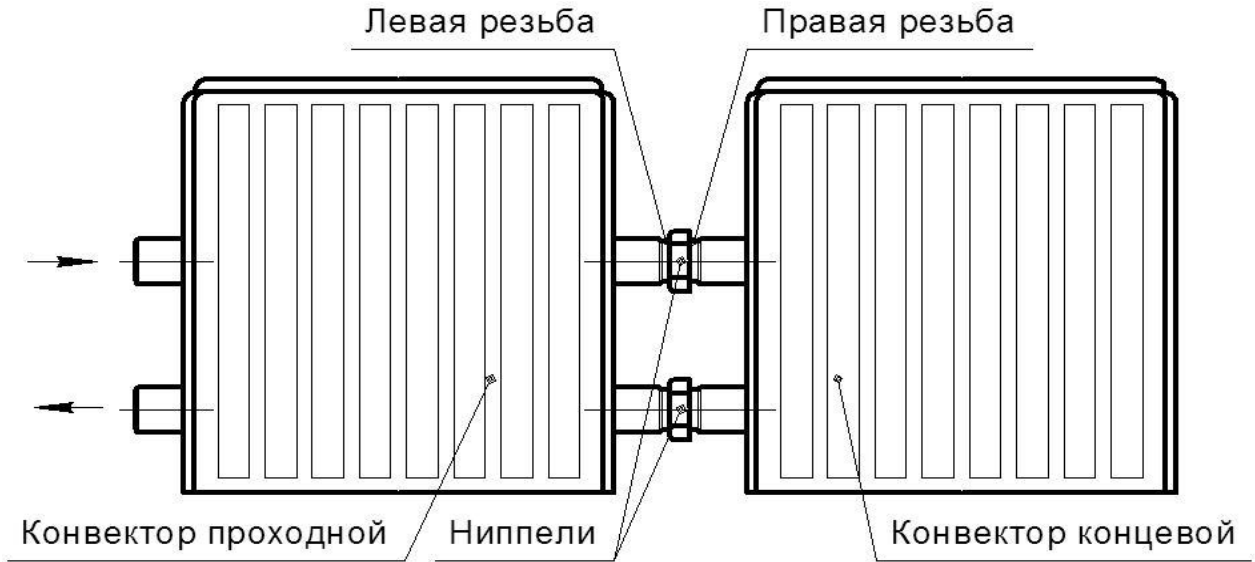

Рис. 2
5.3.8 Для соединения проходного конвектора и концевой, открутите заглушки с резьбовых отверстий обоих конвекторов. Присоедините, в горизонтальном положении, проходной конвектор к концевому с помощью ниппелей (см. рис. 2). В качестве уплотнения, для герметизации соединений, используют лён трепаный с соответствующими герметиками.